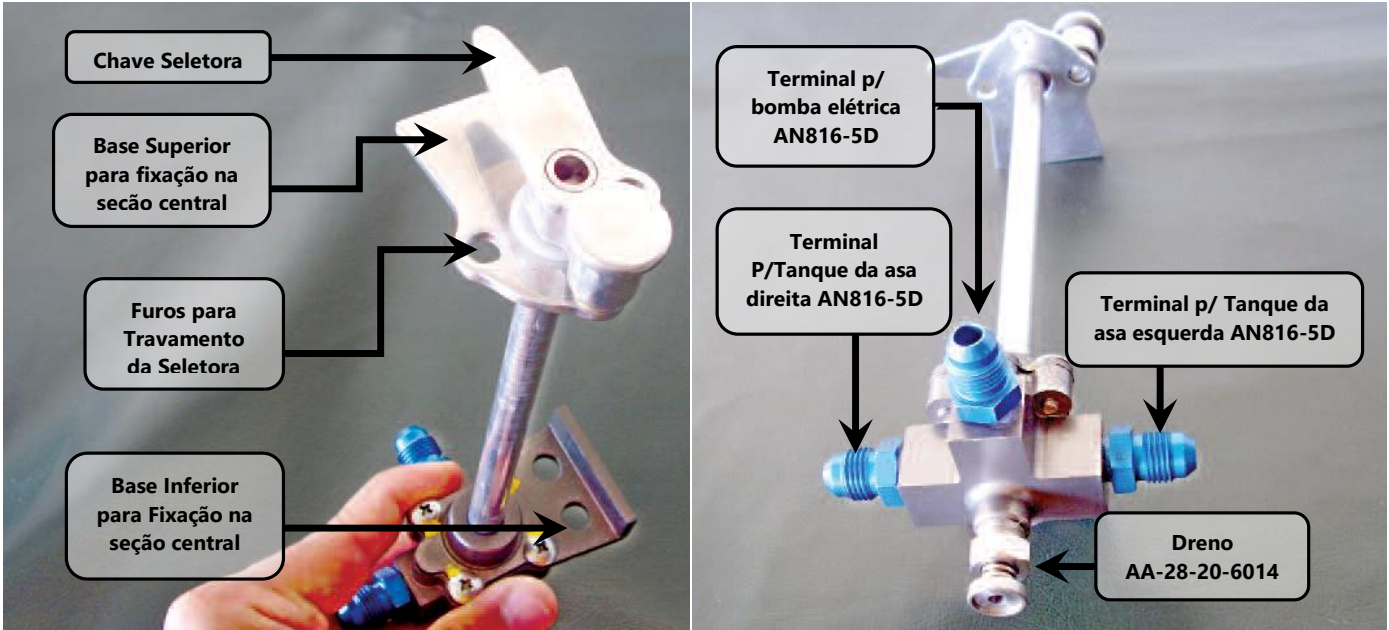
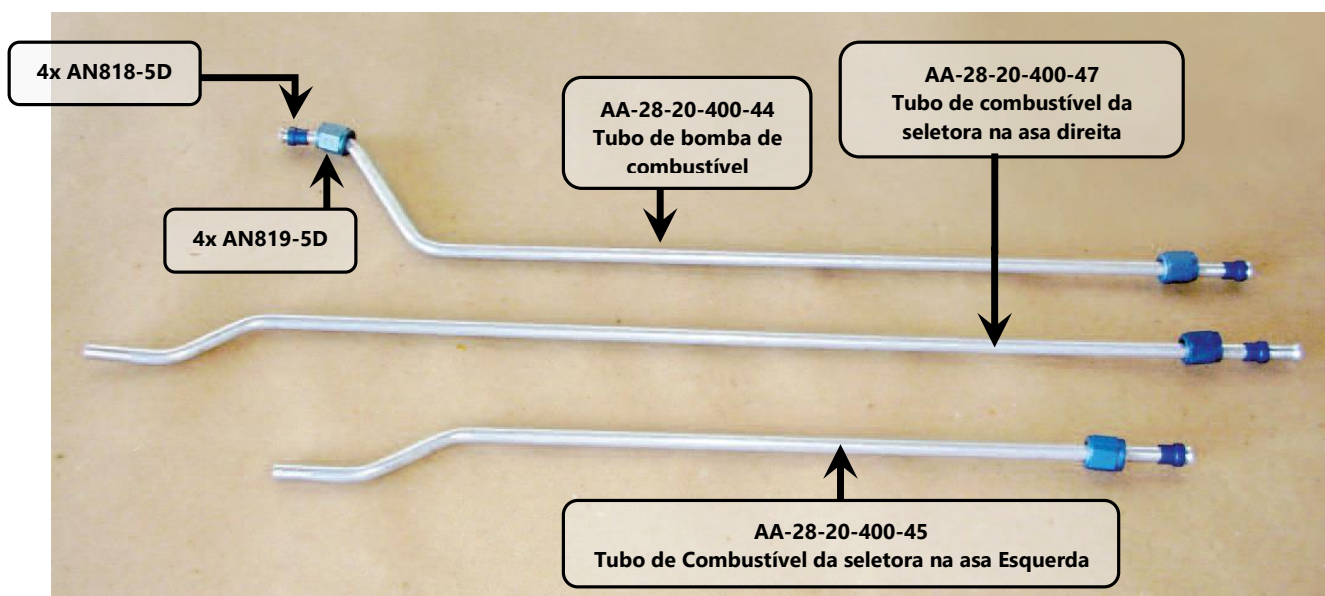
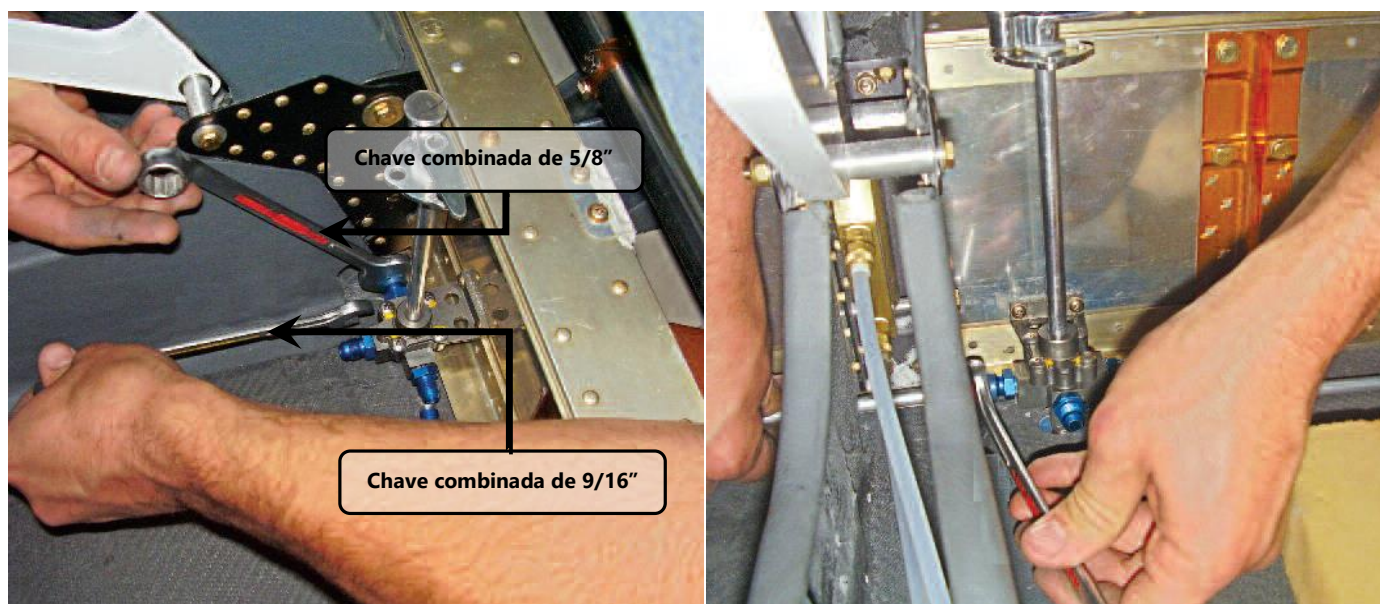

Figura 28.20.2 – Chave seletora AA-28-20-6200 – vista superior e inferior
Figura 28.20.8 – Linhas de Combustível e terminais.
Figura 28.20.12 – Instalação do Tubo de Combustível AA-28-20-6015 na seletora
A chave seletora de combustível do Quasar, mostrada na figura 28.20.2, possui três posições: abrir tanque da asa direita, fechar fluxo de combustível e abrir tanque da asa esquerda.
Neste capítulo são descritos os procedimentos de instalação das linhas de combustível internas à cabine. São três linhas (ver figura 28.20.8) que interligam a chave seletora aos tanques de combustível e à bomba elétrica.
2. Instalar o terminal AN818-5D da linha AA-28-20-400-47 no terminal AN816-5D da chave seletora como mostra a figura 28.20.12;
Obs: Utilizar, em todo este procedimento, uma chave combinada de 9/16", para evitar o giro do terminal AN816-5D da chave seletora (ver figura 28.20.2) e uma chave combinada de 5/8" para os terminais AN818-5D das linhas de combustível (ver figura 28.20.8), conforme indicado na figura 28.20.12;